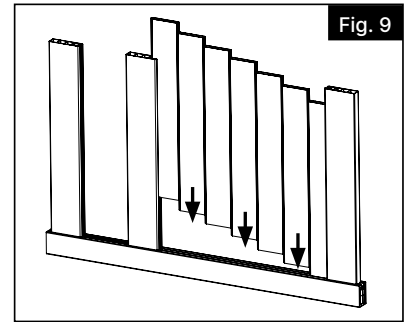

Fig. 9
- e. Instale los tabloncillos de relleno, como se muestra. Los extremos del relleno encajarán dentro del canal del montante (Fig. 9).